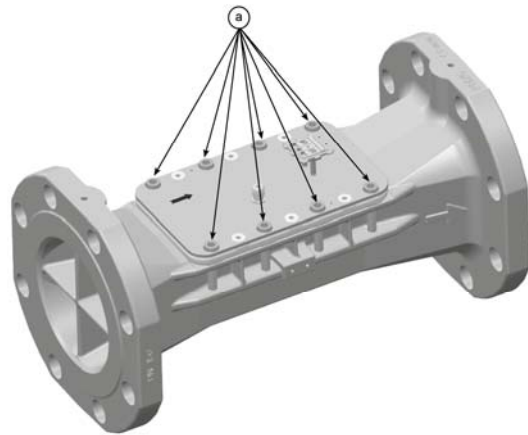

Рис. 15: Винты «а»
- Выкрутить винты «а» (см.рис. 15).
- Закрутить 8 винтов «а» (см. рис. 15) с крутящим моментом 35 Nm.